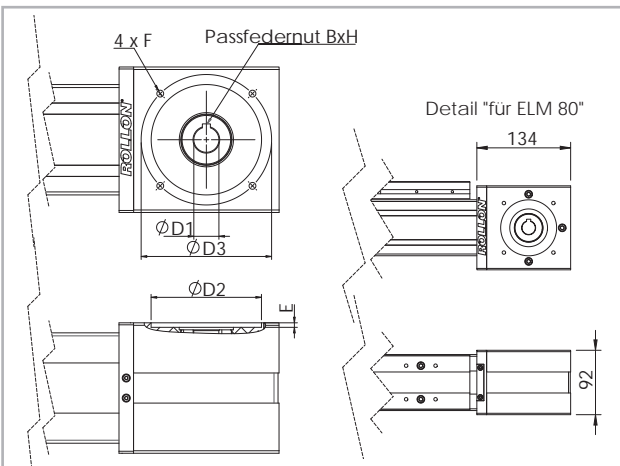

Abb. 14
*Hinweis: Die Abmessungen des Kopfes ändern sich (siehe Detail "A" Abb. 14)